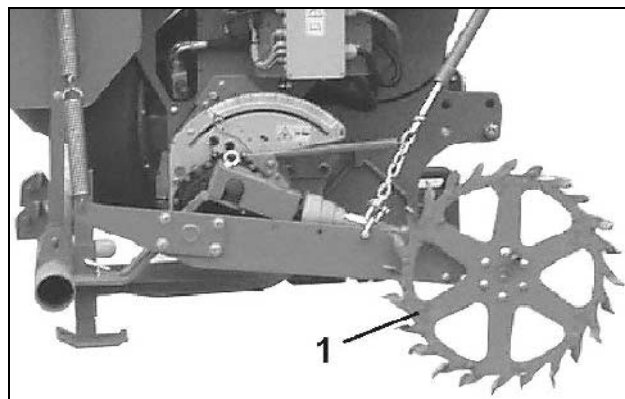

Рис. 25
- Колесо с почвозацепами (Рис. 25/1) посредством бесступенчатого редуктора приводит в действие дозирующие валы в дозаторе посевного материала (не при полной электрической дозировке).